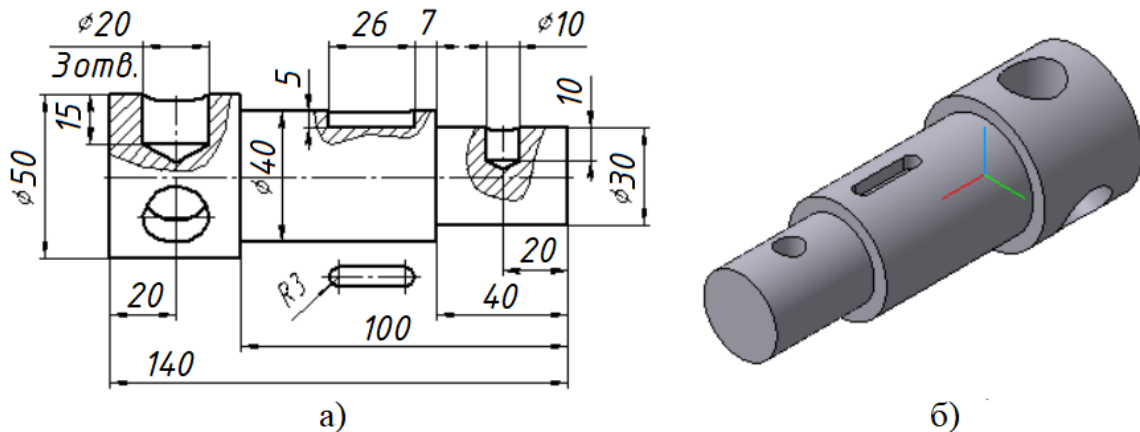
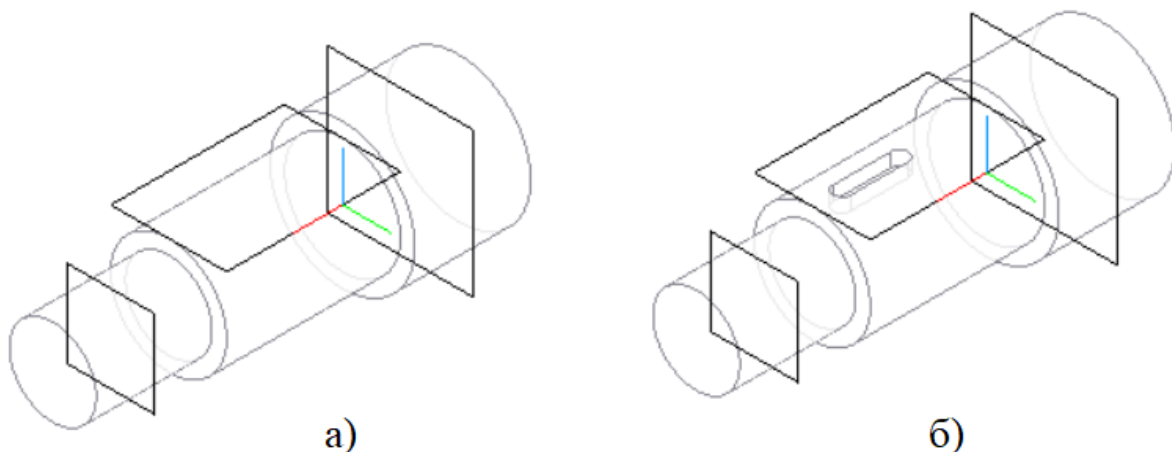

Рисунок 32 – Исходные данные для выполнения работы
Рисунок 33 – Построение вала
На рисунке 32а приведено изображение, на основе которого создана трехмерная модель детали (рисунок 32б).
1. Создайте новый документ Деталь. Используя команды трехмерного моделирования в соответствии с исходными данными (рисунок 32а), создайте модель ступенчатого вала (рисунок 33а).
2. Для формирования отверстий и углублений нужно создать эскизы в различных конструктивных плоскостях. Эти плоскости постройте, используя команды «Касательная плоскость» и «Смещенная плоскость» (рисунок 33а). Смещенные плоскости должны быть параллельны координатной плоскости XZ.
3. Постройте эскиз для паза. Сформируйте паз с использованием команды «Вырезать выдавливанием» (рисунок 33б).